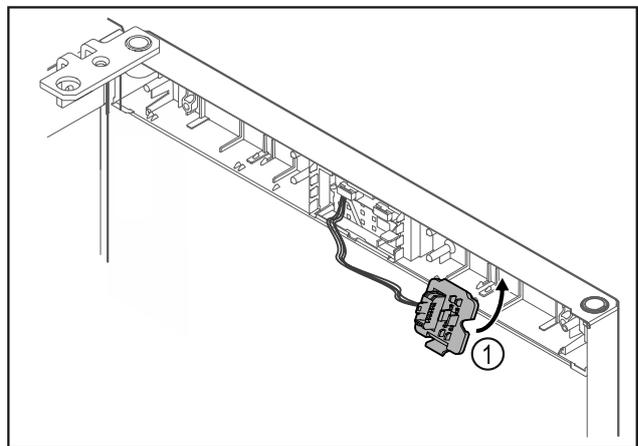

Fig. 21
- ▶ Κουμπώστε το στηρίγμα του φινιρίσματος Fig. 21 (1) στην απέναντι πλευρά.